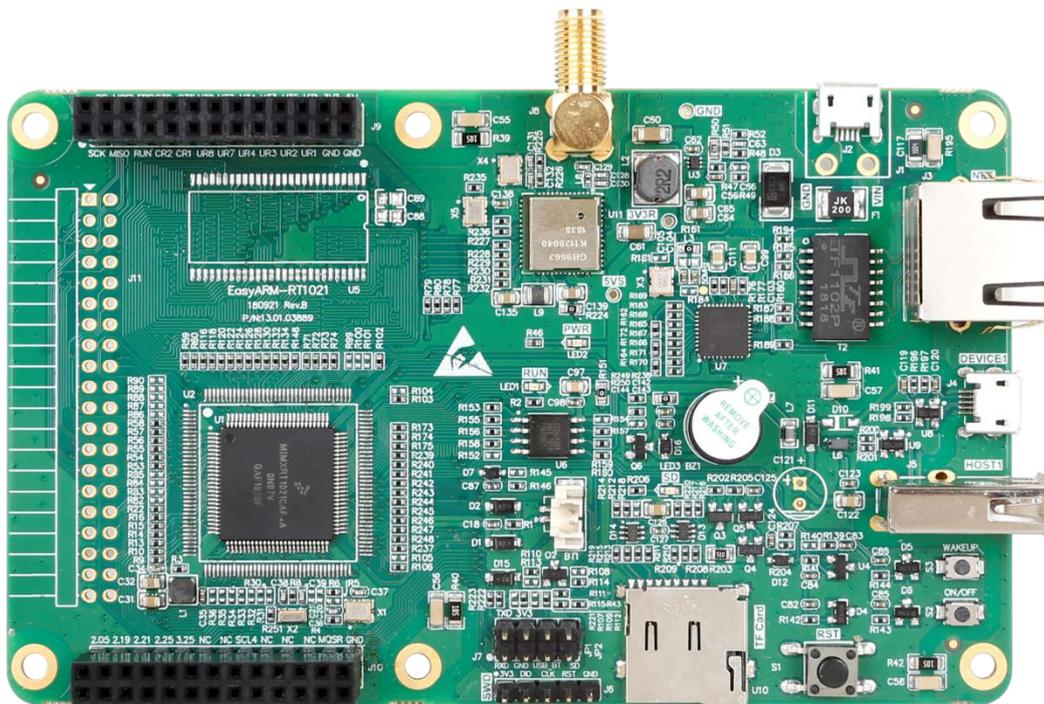

图 2.1 EasyARM-RT1021
1. EasyARM-RT1021 产品图片如图 2.1 所示。